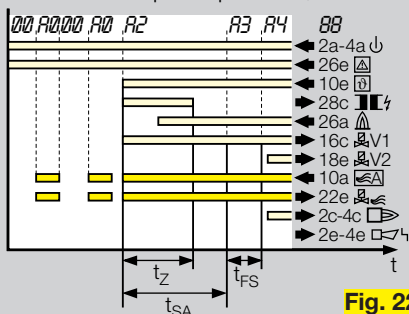

Fig. 22
2. Das Luftventil öffnet programmgesteuert (Fig. 22 + 23): Parameter 30 =
2. The air valve opens program-controlled (Figs. 22 + 23): Parameter 30 =
2. Воздушный клапан открывается программно (Fig. 22 + 23): Параметр 30 =